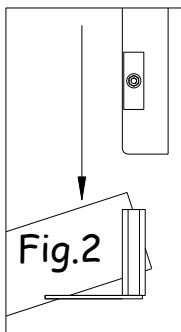
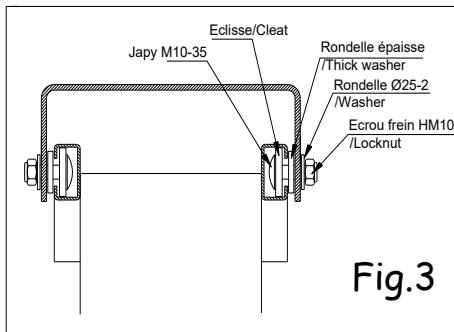

Fig.2
Fig.3
- Fixer le support panneau en faisant pénétrer les éclisses dans les rails fig2 et fig3.
- Fix the board support by pushing the clips into the rails fig2 et fig3.